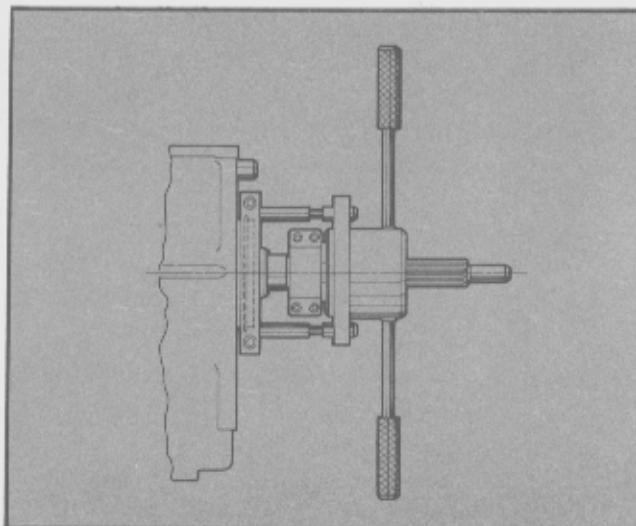

Fig. 12 - Extracción del cojinete del eje de directa.
- Retirar el cojinete del eje de directa, utilizando la herramienta especial T70K-7061-BAS y el detalle 15 (Fig. 12).